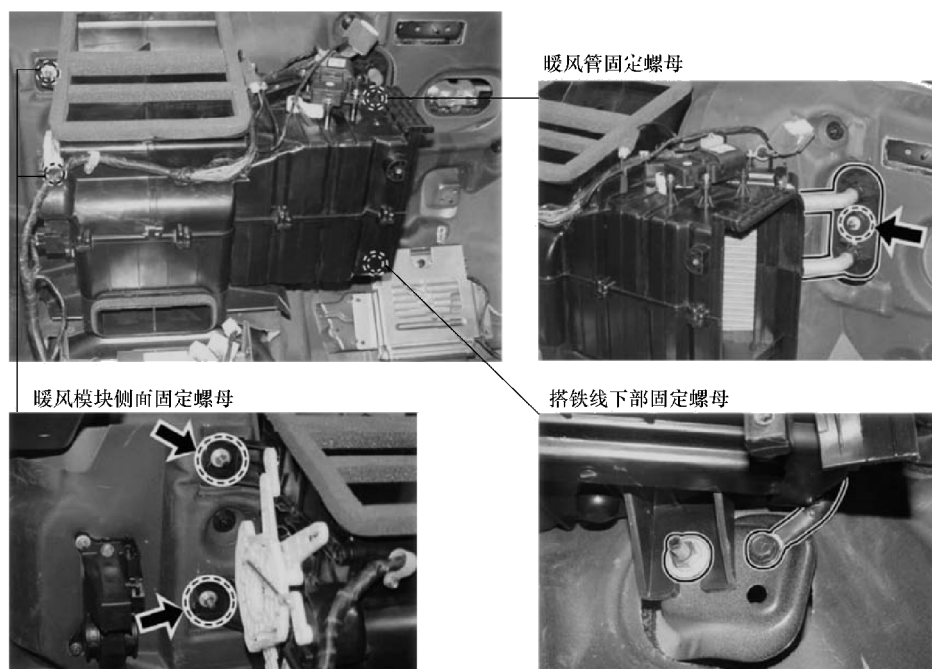

图 9-10 拆下暖风单元总成
(5) 分离搭铁导线，拧下固定螺钉并拆卸暖风单元总成，如图 9-10 所示。